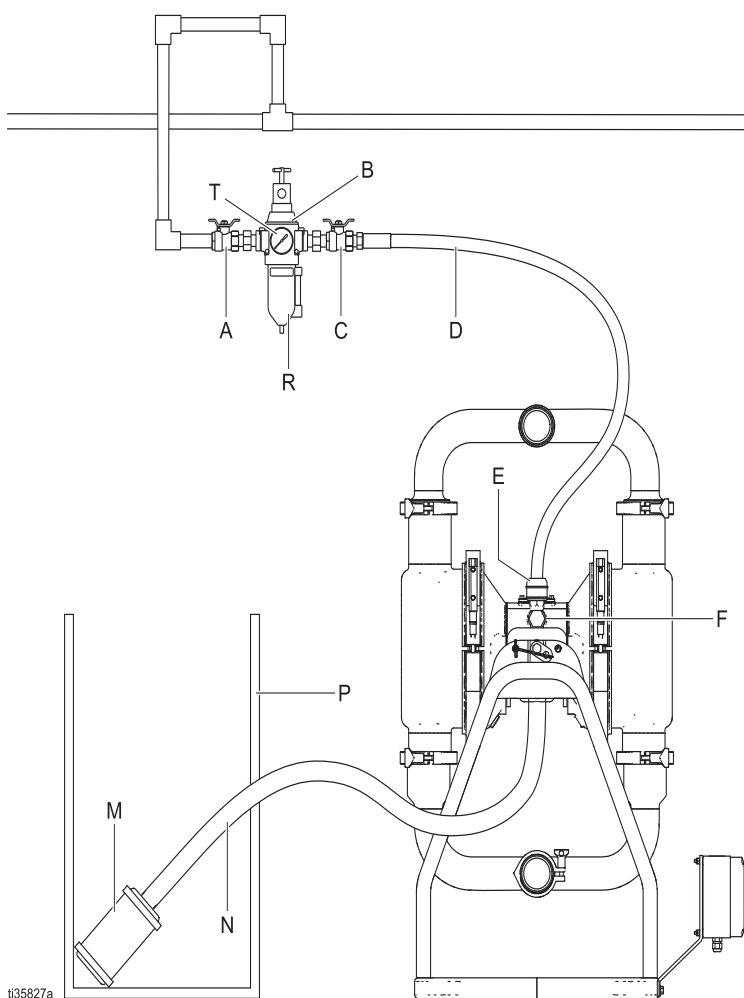

图 3：排出空气
应确保系统的通风功效适合于您的设备。在泵送易燃或有害流体时，必须将废气排放到安全的区域，要远离人群、动物、食品加工区及所有火源。隔膜破裂会导致被泵送的流体随空气一起排出。在排气管路的末端放置一个接地的容器，以收集流体。参见图 3。
1. 从泵排气接口上卸下消声器 (M)。参见图 3。
2. 安装一条导电的接地排气管路 (N)，并将消音器 (M) 连接到管路的另一端。排气软管最小尺寸为 3/4 英寸 (19 mm) 内径。如果需要的管路超出 15 英尺 (4.57 米)，请使用直径较大的管路。避免管路急转弯或打结。
3. 将一个导电的接地容器 (P) 放在排气管路的末端，以隔膜破裂时可接住流体。参见图 3。